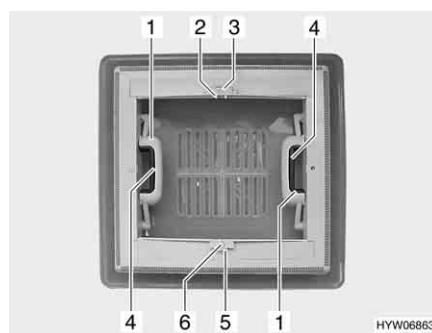

Fig. 32 Oblò a scatto
- Apertura:** ■ Premere la chiusura a scatto (Fig. 32,4) verso l'interno dell'oblò. Premere contemporaneamente verso l'alto l'oblò con la maniglia (Fig. 32,1).
- Chiusura:** ■ Tirare con forza verso il basso le due maniglie (Fig. 32,1) dell'oblò, fino a quando non scattano entrambe le chiusure.
- Premere l'arresto (Fig. 32,5) verso il lato esterno dell'oblò.
- Tirare l'oscurante a rullo per la maniglia (Fig. 32,6) fino alla maniglia contrapposta della zanzariera a rullo (Fig. 32,2) e farla innestare.
- Serrare la maniglia (Fig. 32,2). L'arresto si sblocca.
- Ricondurre lentamente l'oscurante a rullo accompagnandolo con la maniglia (Fig. 32,6).
- Premere l'arresto (Fig. 32,3) verso il lato esterno dell'oblò.
- Tirare la zanzariera a rullo per la maniglia (Fig. 32,2) fino alla maniglia contrapposta dell'oscurante a rullo (Fig. 32,6) e farla innestare.
- Ricondurre lentamente la zanzariera a rullo accompagnandola con la maniglia (Fig. 32,2).